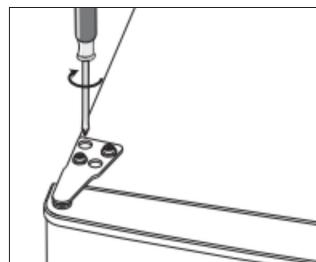

Рис. 6
7. Установите дверь обратно на морозильник, вставив штифт нижней петли в отверстие в левой нижней части двери. Вставьте штифт верхней петли в отверстие в левой верхней части двери. Зафиксируйте болтами верхнюю петлю наверху морозильника (рис. 6).